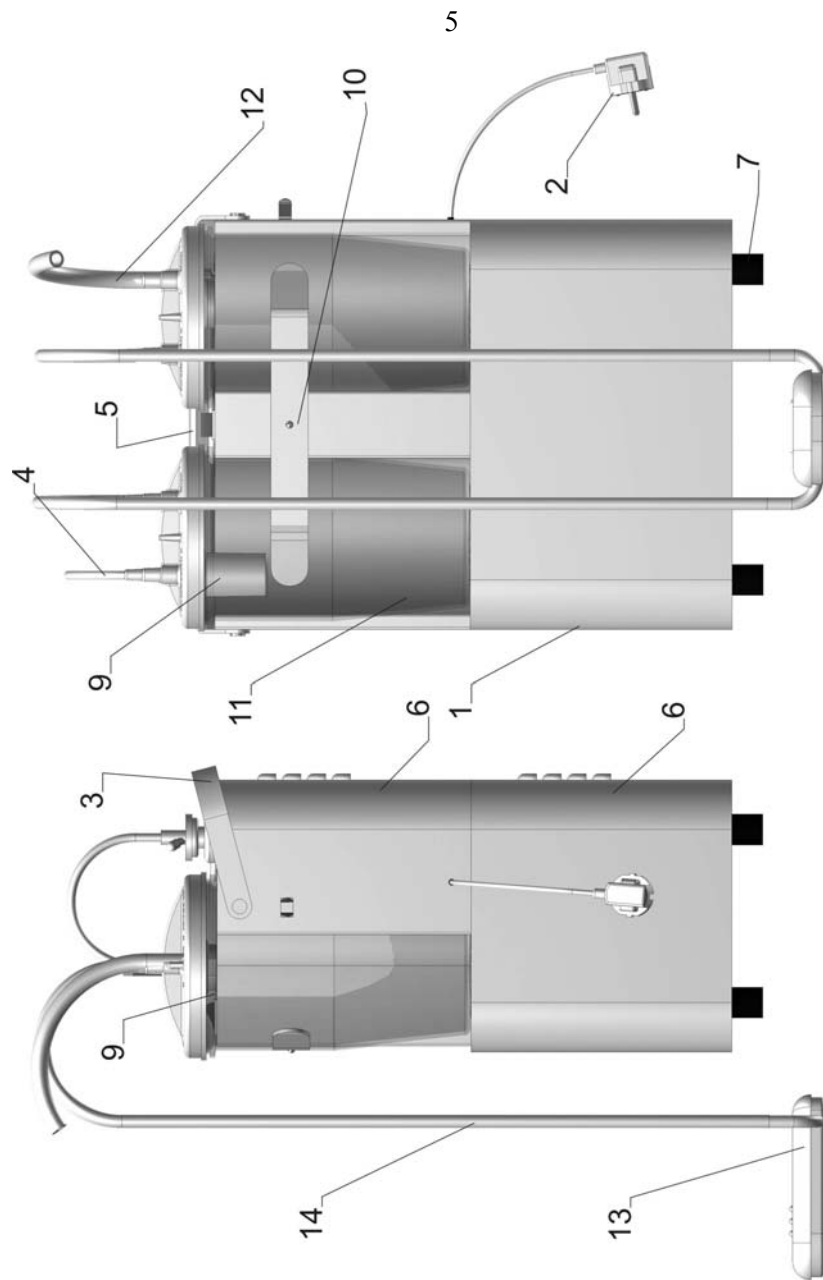

Рисунок 1
5.2. Отсасыватель состоит из следующих частей (рис.1): корпус (1), шнур питания с сетевой вилкой (2), две банки для сбора жидкости (11) с герметизирующими крышками (9) (в левой установлено защитное поплавковое устройство), пружина (10) для крепления банок, шланг отсасывающий (12), опоры (7), ручка для переноски (3), передняя панель (5), две задние крышки (6), соединительные шланги (4), интермиттирующая педаль (13) с соединительными шлангами (14).
7.5. Подсоединить отсасывающий шланг к патрубку, расположенному на герметизирующей крышке, так как показано на рис.1.